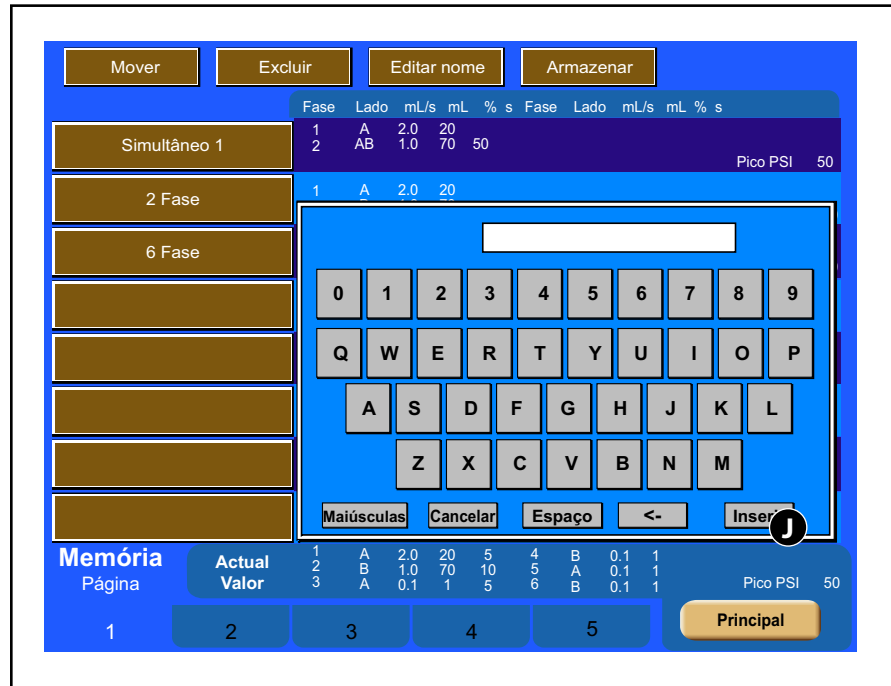

Figura 3-1-12 Teclado da memória
5. Pressione a tecla do local desejado da memória **A**. Um teclado aparecerá para nomear o protocolo. Veja a Figura 3-1-12.
4. Pressione a tecla do protocolo a ser renomeado e introduza o novo nome usando o teclado exibido (mostrado na Figura 3-1-12). Pressione a tecla [Entrar] **J** do teclado ao concluir. O protocolo será armazenado com o novo nome no mesmo local da memória.